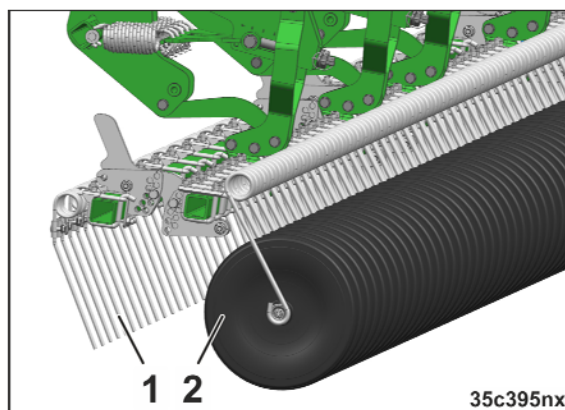

Fig. 90
- dinți de tip țesală (Fig. 90/1)
- role de tasare (Fig. 90/2).